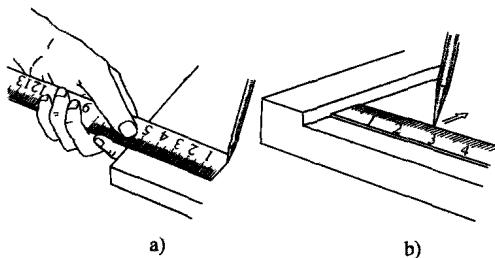
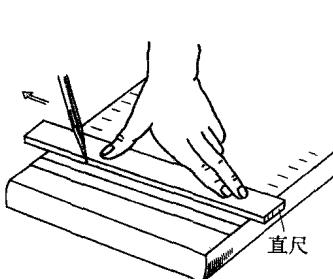
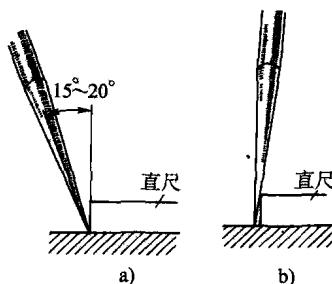

图 2-12 用钢直尺划线
图 2-13 用钢直尺划线
图 2-14 划针的位置
(1) 用钢直尺划线 如图 2-12 所示, 用左手食指和拇指紧握钢直尺, 同时紧紧靠着基准边, 用划针沿着钢直尺的零边划出一段线条如图 2-12a。若工件一端有边可靠, 则可将钢直尺的零边抵住靠边, 在需要划线处, 划出很短的线如图 2-12b。然后如图 2-13 所示, 用钢直尺将划出的短线连接起来, 这时必须注意划针的尖端要沿着钢直尺的底边, 否则划出的线会不直, 划出的尺寸也不正确, 如图 2-14 所示。划线时, 划针还必须沿划线方向倾斜  $30^{\circ} \sim 60^{\circ}$  角, 使针尖顺着方向拖去, 见图 2-15 所示。碰到工件表面有不平处, 针尖能滑过去, 若将划针垂直或反向倾斜, 则碰到不平处, 针尖会跳动, 划出的线条不直。